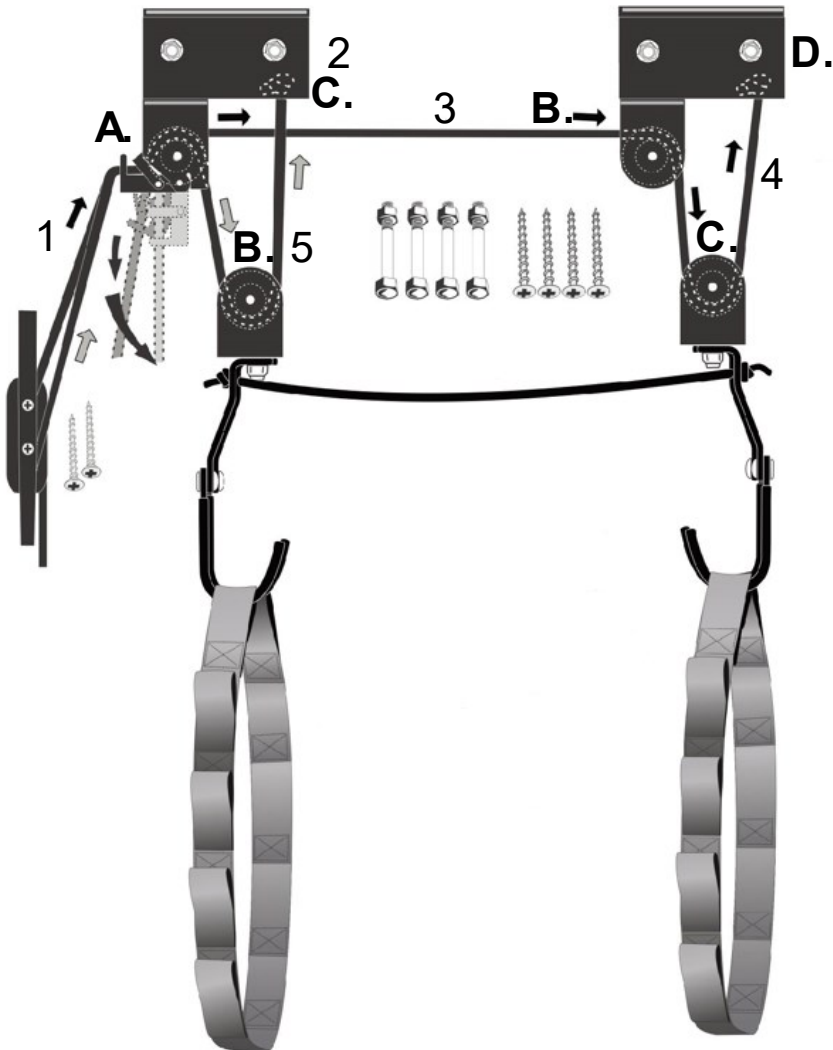

Figure 9
Avant de fixer le crochet/la pièce à poulie à la fixation de la plaque de montage au plafond, vous devez passer la corde (voir fig. 9).
- Après avoir fixé les supports et la plaque de montage au plafond, vous devez enfiler la corde en nylon à travers le système des poulies. Faites-le avant d'accrocher les poulies de déviation. Commencez par enfiler les cordes (2 cordes) dans le dispositif de freinage (voir fig. 9, pos. A).